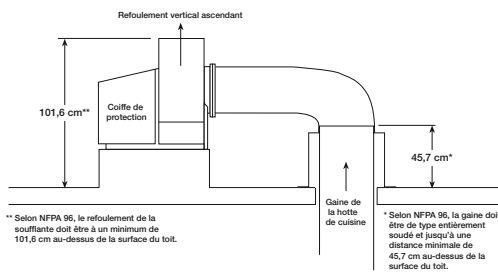

Figure 2 — Schéma de pose
- Attacher la gaine d'admission au collier d'admission de la soufflante. NFPA 96 prévoit que la gaine et le raccord de gaine d'admission soient complètement soudés dans les applications d'extraction de cuisine. Voir les hauteurs minimales de gaine et de refoulement de soufflante à la Figure 2, page 4.